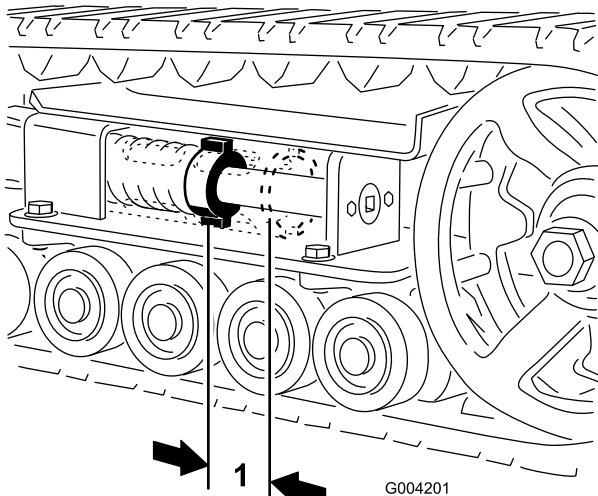

Figura 61
Debe haber una holgura de 7 cm (2-3/4 pulgadas) entre la tuerca tensora y la parte de atrás del tubo tensor (Figura 61). Si no es así, ajuste la tensión de las orugas usando el procedimiento siguiente:
la parte de atrás del tubo tensor (Figura 61) sea de 7 cm (2-3/4 pulg.).
11. Gire el tornillo tensor en el sentido contrario a las agujas del reloj hasta que la distancia entre la tuerca tensora y la parte de atrás del tubo de horquilla (Figura 61) sea de 7 cm (2-3/4 pulg.).